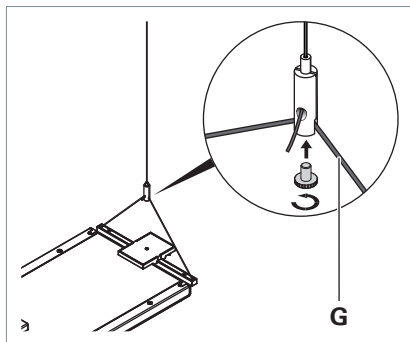

Fig. 12: Fixer le luminaire intermédiaire ou de fin à l'attache de câble.
- ▶ Insérez le câble métallique **G** du luminaire dans l'attache de câble, voir Fig. 12.